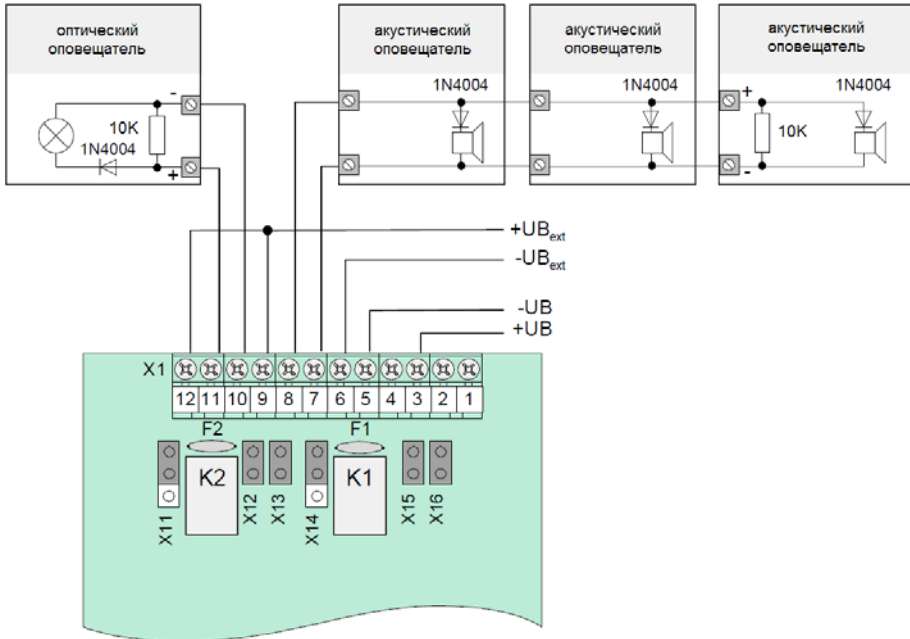

Рис. 6 Реле 1 + 2 с контролем линии и двумя типами внешнего питания
- Реле 1 + 2 с контролем линии до исполнительного устройства + выдача питания (рис.6)